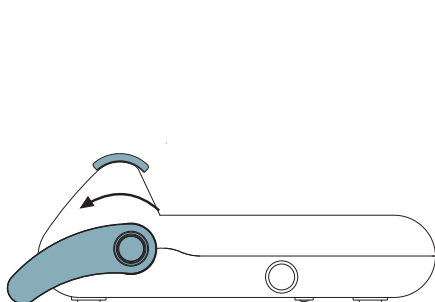

Fig.2
- 3► Jale la palanca de sellado hasta su traba, será emitido un bip (fig. 2), dando inicio al sellado (6 segundos). Terminado este tiempo, el LED ✓ se encenderá y 2 bips serán emitidos continuamente. **Nota:** después de 5 minutos con la palanca abajo, la selladora se apagará.